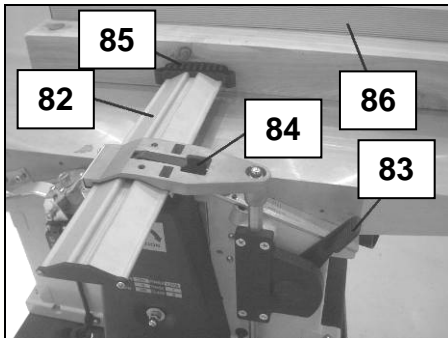

Fig 58
- Actionnez le levier (83) (Fig 58):
- Levez la manette de blocage (84), faites coulisser le protecteur (82) à la profondeur voulue, puis bloquez-le en position en abaissant la manette (84) (Fig 58).